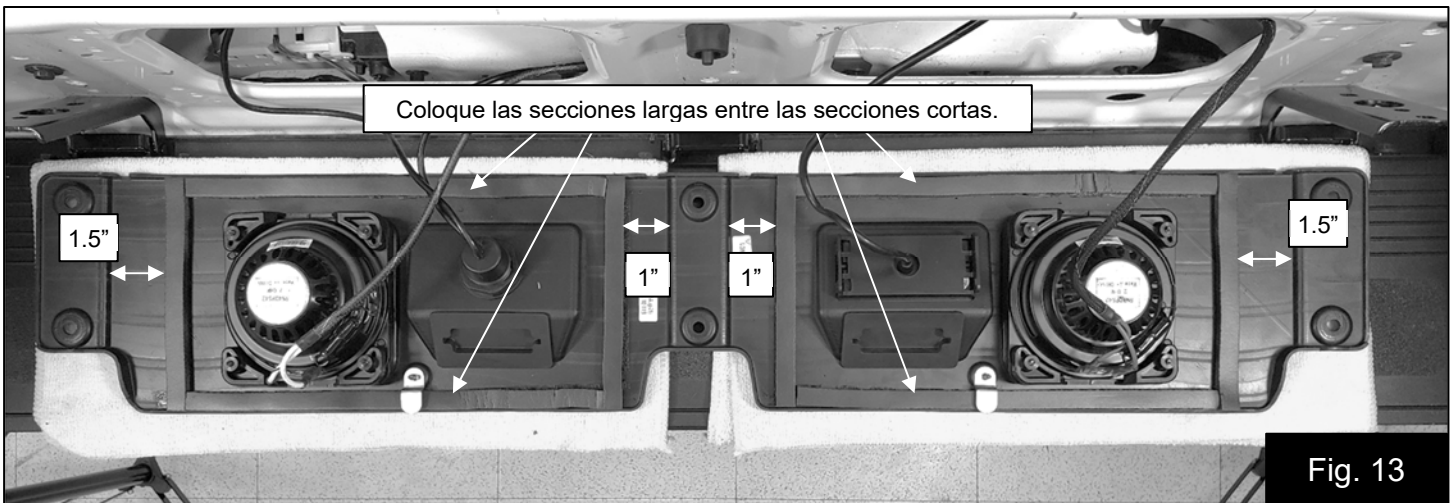

Fig. 13
16. Coloque una toalla en el escalón para evitar dañar la parte frontal del bafle del altavoz y conectar los cables del altavoz a los parlantes. Después, instale las tiras de espuma como se muestra en la Fig. 13. Utilice las medidas mostradas para colocar las secciones más cortas, y después coloque las secciones más largas entre las secciones cortas y contra el borde del bafle del altavoz.